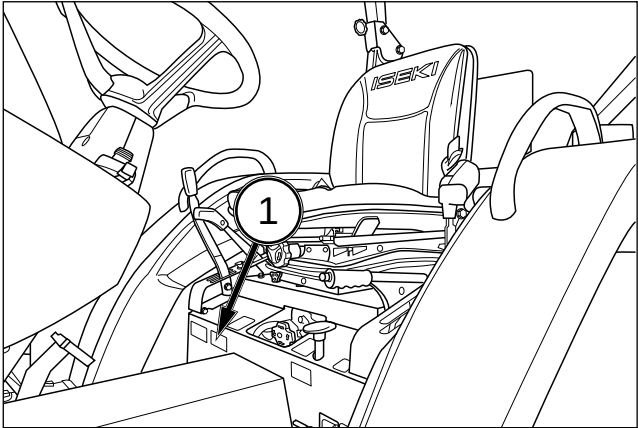

FIG. 28
FIG. 28 et 29 : Plaque d'identification (1) du tracteur, située sous le siège du conducteur. La plaque d'identification indique le type de tracteur, le modèle, l'année de fabrication ainsi que le numéro de série.